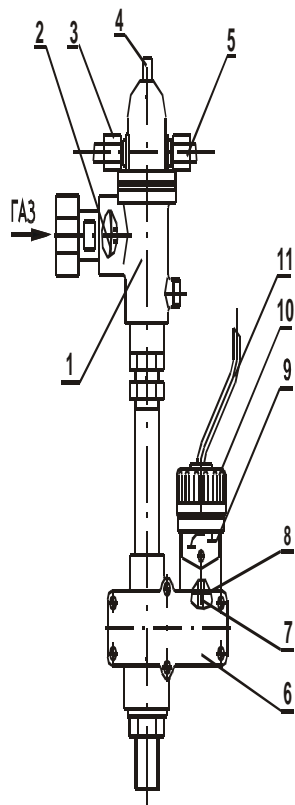

Рис. 2 Автоматика аппарата
4.2. Клапан газовый магнитный 1 (Рис.2) представляет собой электромеханическое устройство. Состоит из корпуса, внутри которого находится клапан, коробки магнитной, и служит для подачи газа к запальнику и горелке и автоматического отключения подачи газа при:
4.4. Терморегулятор 6 (Рис.2) предназначен для регулирования температуры воды в баке и состоит из узла "сильфон - термобаллон", установленного внутри бака аппарата, системы рычагов и клапана, расположенных в корпусе терморегулятора.
На корпусе закреплена шкала настройки и гайка регулировочная 10 (Рис.2), вращая которую можно настраивать автоматику на температуру от 50 °С до 90 °С. Эта перемена температуры вызывается перемещением сильфона вместе со штоком 7 вверх (вниз) при вращении гайки регулировочной.
- нажимать кнопку пусковую 4 (Рис.2) и вращать гайку регулировочную терморегулятора нагрева воды 10 (Рис.2) без надобности;
5.5. Во избежание разрушения пайки контактов терморпары, электромагнита и провода датчика тяги не затягивайте сильно накидные гайки 3, 5 (Рис.2) при навертывании их на штуцера электромагнита.
7.3.3. Нажмите кнопку пусковую 4 (Рис.2) до отказа и, удерживая ее, нажмите на кнопку пьезорозжига 11 (Рис.1). Запальник должен загореться.